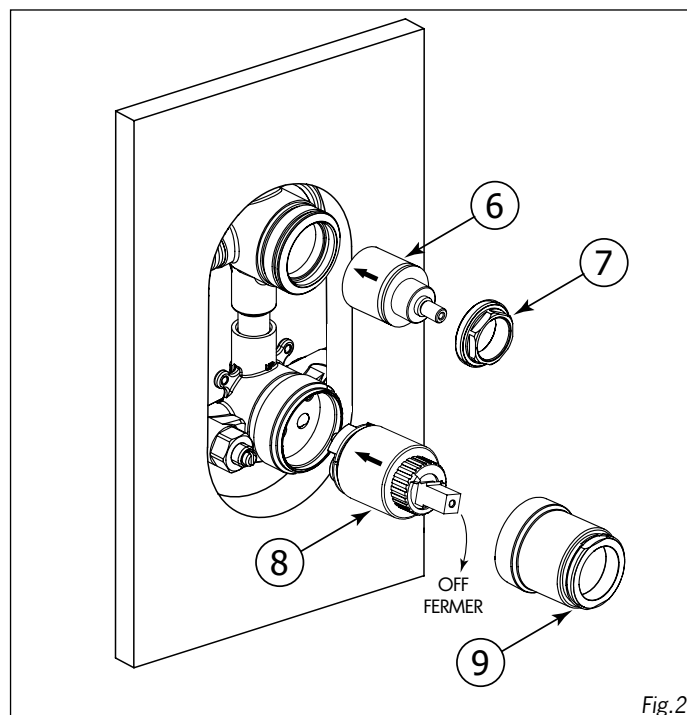

Fig.2
Insert the P.B.cartridge (8) and the diverter cartridge (6) into the valve body as shown (Fig.2). Screw the cartridge holder (9), large nut (7) back into place. DO NOT OVERTIGHTEN.
Insérer la cartouche P/B (8) et la cartouche du déviateur (6) dans la valve tel qu'illustré. (Voir Fig.2). Revisser le manchon (4) et l'écrou (7) en place. NE PAS TROP SERRER.